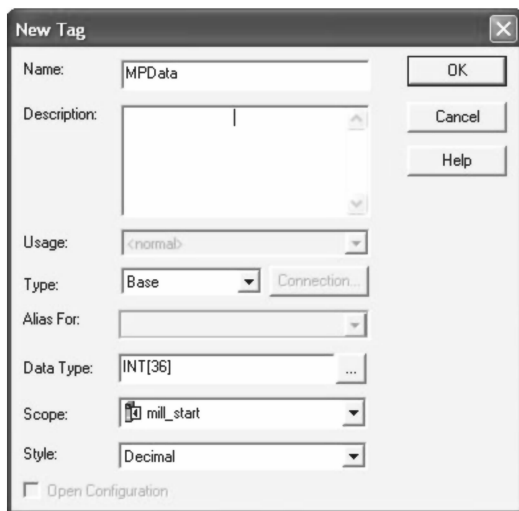

图 20-17 新建标签对话框
13. 请依照图 20-17 所示的屏幕截图设置并单击“确定”（OK）。